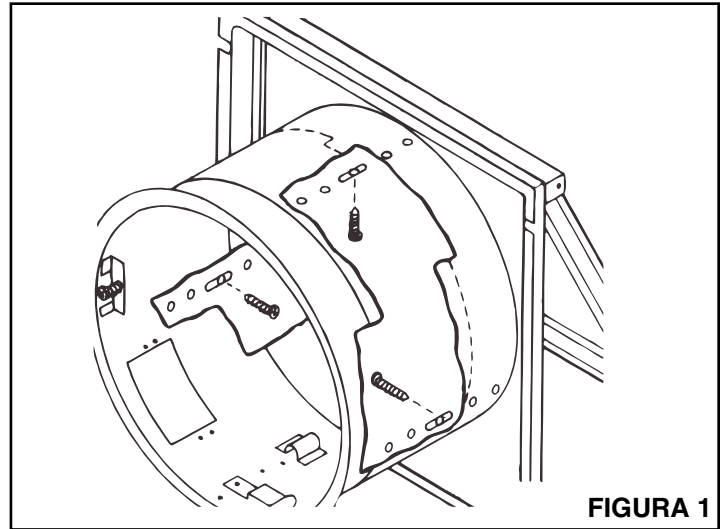

FIGURA 1
1. Vea la Figura 1. Saque el manguito interior hasta el grosor deseado de pared para que la brida circular esté al ras de la pared acabada.